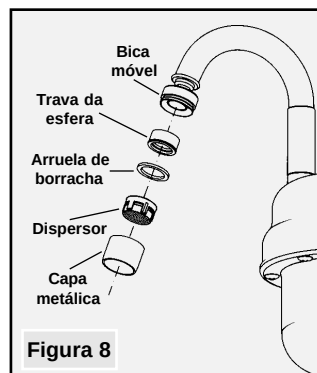

Figura 8
- Limpe regularmente o arejador (Figura 8) para manter um jato de água constante e uniforme. Desrosqueie o arejador manualmente da bica móvel. Retire o dispersor da capa metálica e lave ambos em água corrente e volte a montá-los novamente na bica móvel.